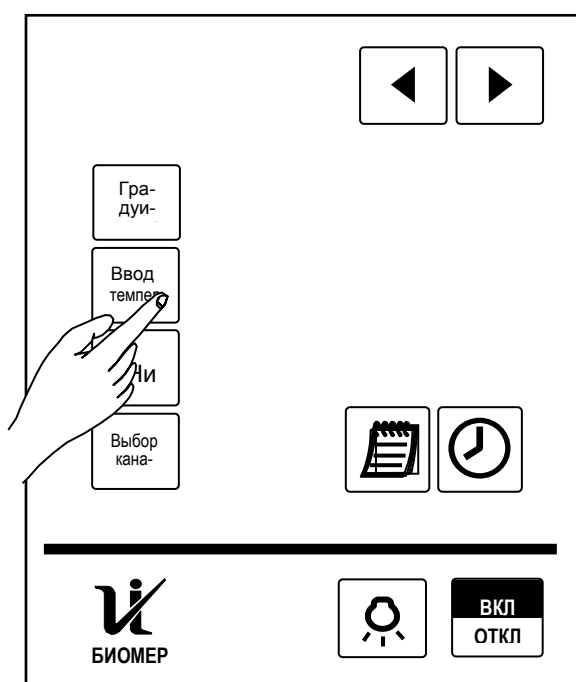
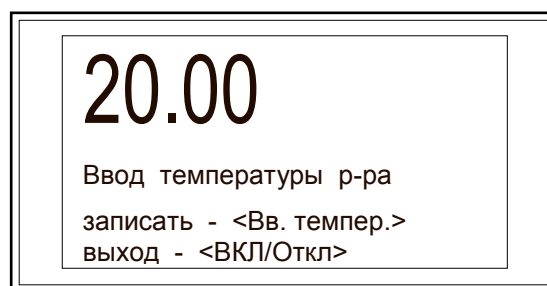

Рисунок 24
Рисунок 25
- нажать кнопку «Ввод темпер» на панели прибора (рисунок 24). После нажатия кнопки, на экране табло отображается значение температуры раствора, введенное ранее (рисунок 25).